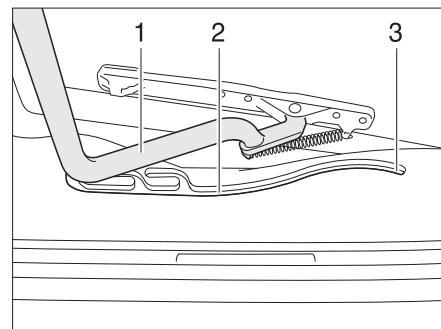

Fig. 45 Claraboya Heki, guía
- Tirar la horquilla (Fig. 45,1) en las guías (Fig. 45,2) hasta la posición trasera final (Fig. 45,3).
- Empujar el estribo (Fig. 45,1) ligeramente hacia arriba con ambas manos.
- Tirar el estribo en las guías (Fig. 45,2) hasta la posición deseada.